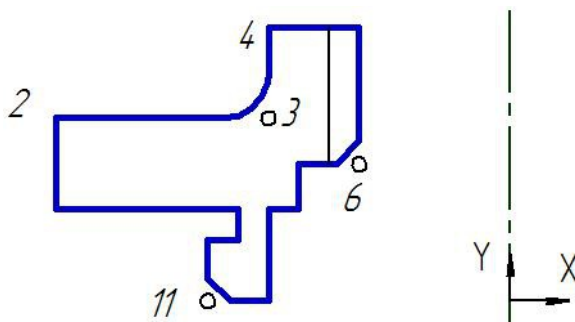

Рис. 1.55. Левая сторона разреза. Снятие фаски, скругление
7. Постройте скругление в точке 3 радиусом 3 мм (рис. 1.55).
8. Постройте фаски в точках 6 и 11 (рис. 1.55).
поле **Тип линий** выберите «Осевая» (рис. 1.55).